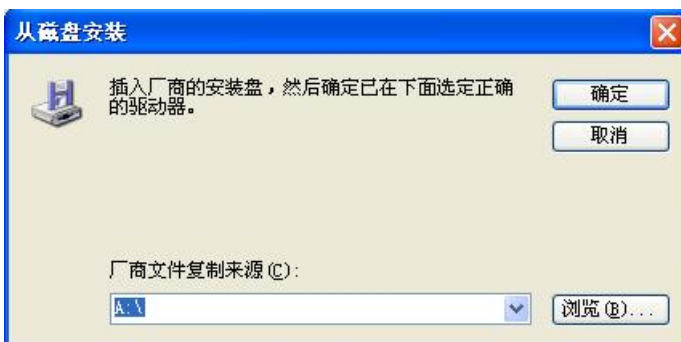
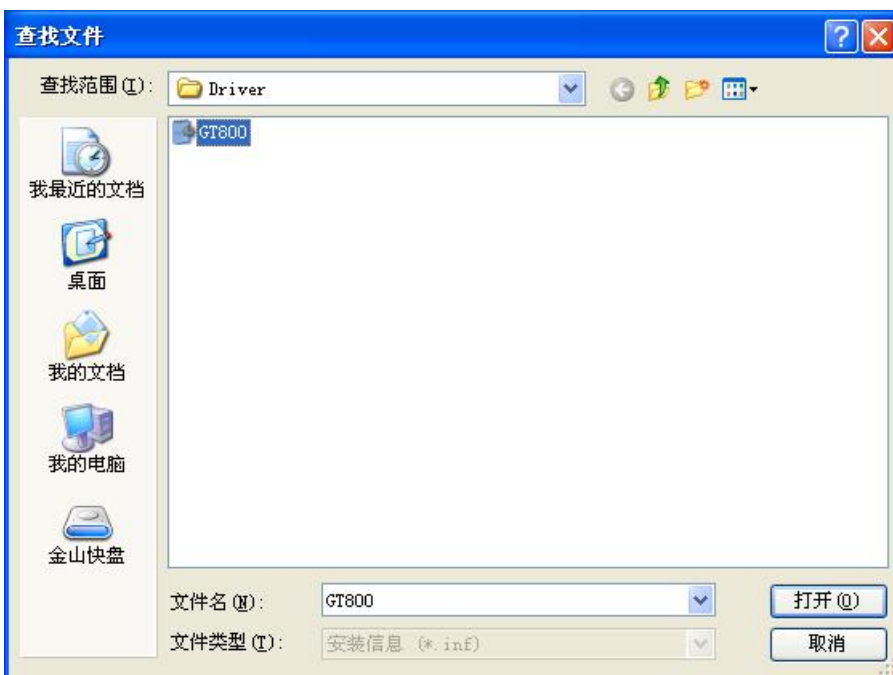

图 2-5 运动控制卡驱动程序安装界面 5
图 2-6 运动控制卡驱动程序安装界面 6
(6) 如图2-5所示点击“浏览(B)...”，选择驱动所在的路径D:\driver，如图2-6所示。